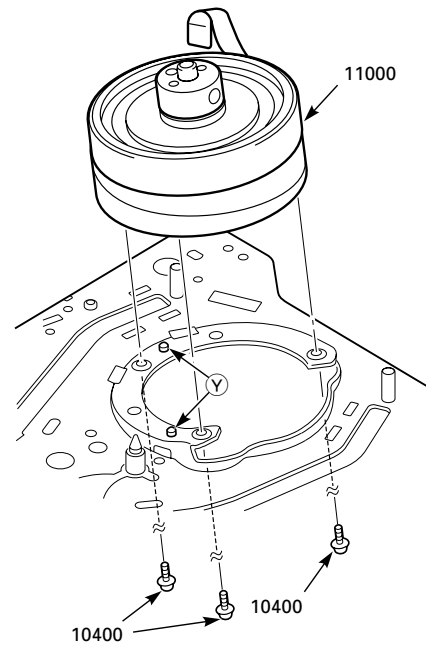

Fig. 8.38
- 3 Schrauben (10400) auf der Unterseite des Laufwerks lösen und die Bandtrommel kpl. (11000) herausnehmen (Fig. 8.38).
**Einbau:** Beim Einbau die Bandtrommel kpl. (11000) auf den beiden Passtiften (V) der Montagefläche positionieren (Fig. 8.38). Die Schrauben (10400) mit einem Drehmoment von 3.9 bis 4.2kg/cm festziehen.